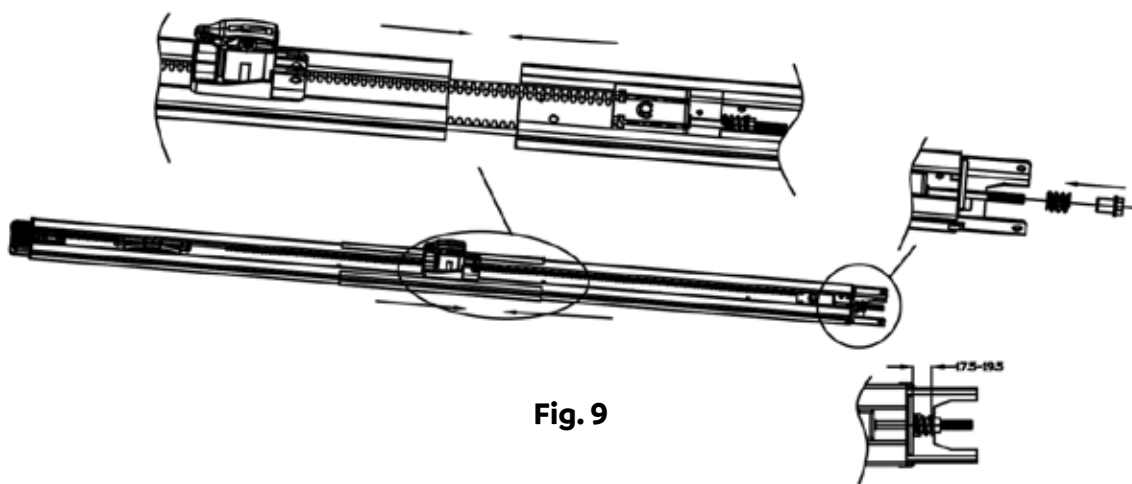

Fig. 9
3. ****Conforme a Fig. 9, una as duas peças de trilhos com a manga, depois aperte a porca na posição correta como mostrado**** .